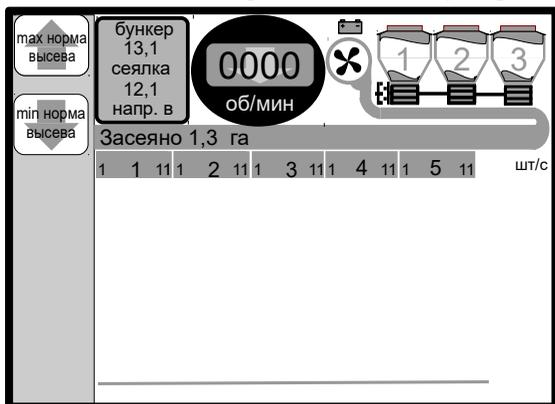

Рисунок 4.8. Режим КОНТРОЛЬ для трех-секционного бункера
- с общей системой высева и трехсекционным бункером – рис. 4.8